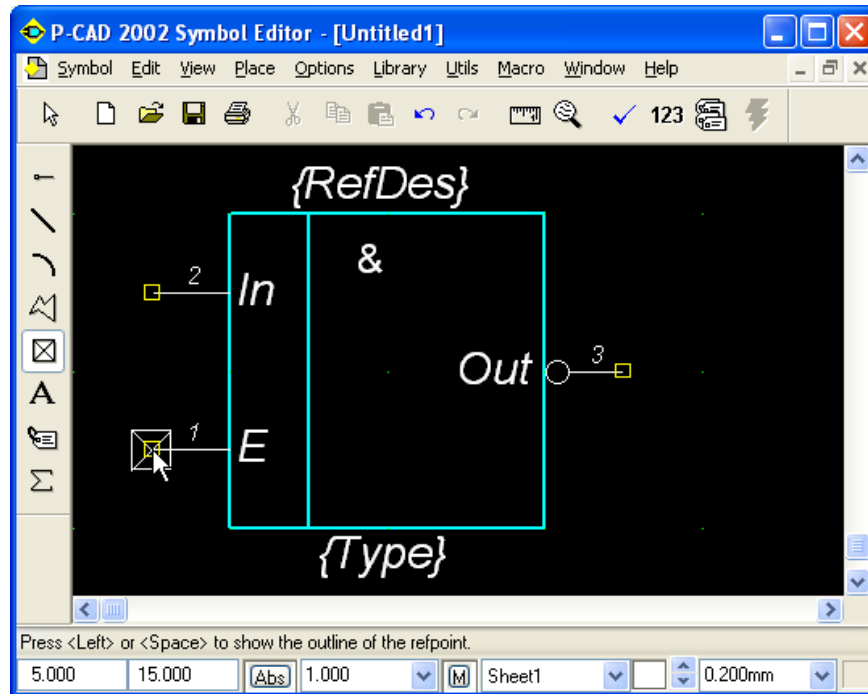

Рис. 4.16 - Окончательный вид символа "И-НЕ"
- Окончательный вид элемента "И-НЕ" приведен на рис. 4.16.